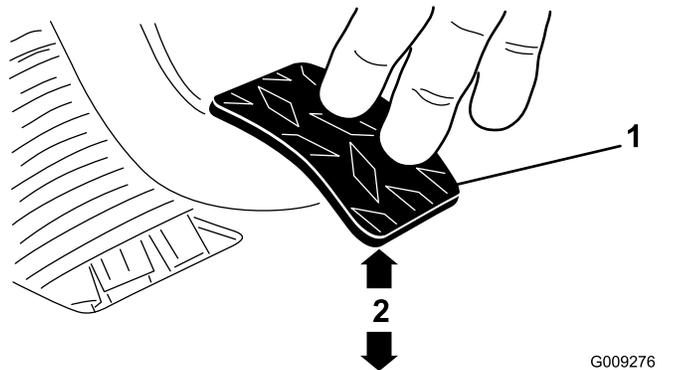

图71
3. 调节锁紧螺母或球窝接头直至当向踏板施加 1.8kg 的力时离合器踏板后边缘到菱形花纹底板顶部的距离达到 9.29.8cm 的空隙图71。